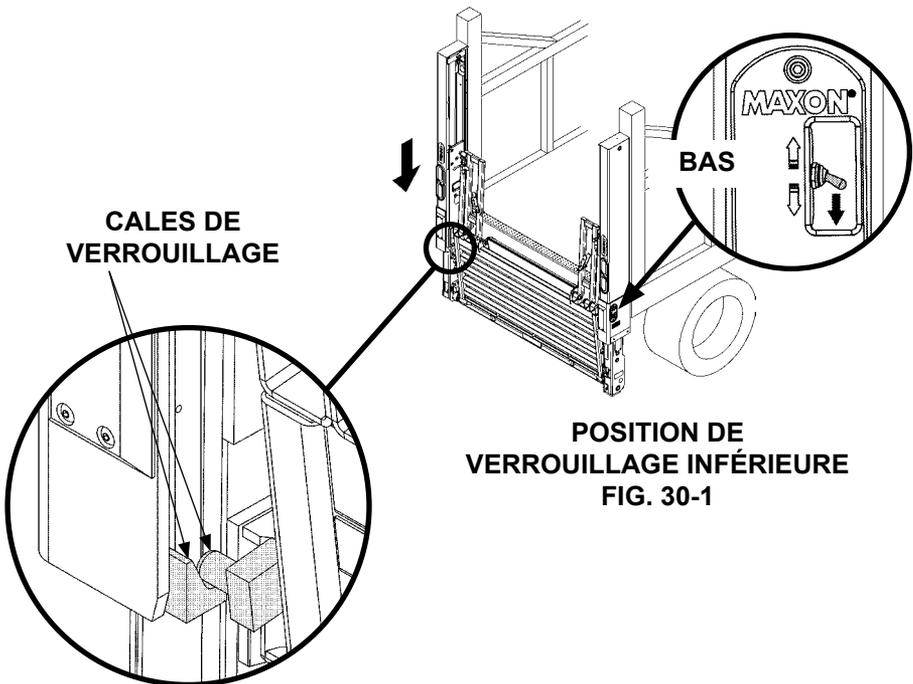

FIG. 30-1A
1. Utilisez le commutateur de colonne pour abaisser la plate-forme (**BAS**) en position de verrouillage inférieure (**FIG. 30-1 et 30-1A**). Relâchez le commutateur lorsque le bord supérieur de la plate-forme fermée est en dessous de la hauteur de plancher et repose sur les cales de verrouillages inférieures (**FIG. 30-1A**).